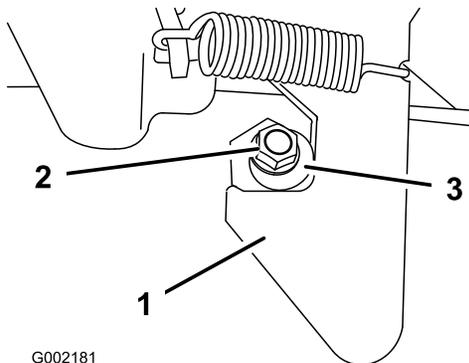

Figura 15
1. Allentate il dado sull'estremità della colonnetta di ancoraggio (Figura 15).
2. Girate la colonnetta di ancoraggio in senso orario finché non si trova saldamente contro il dispositivo di chiusura, quindi serrate il dado (Figura 15).